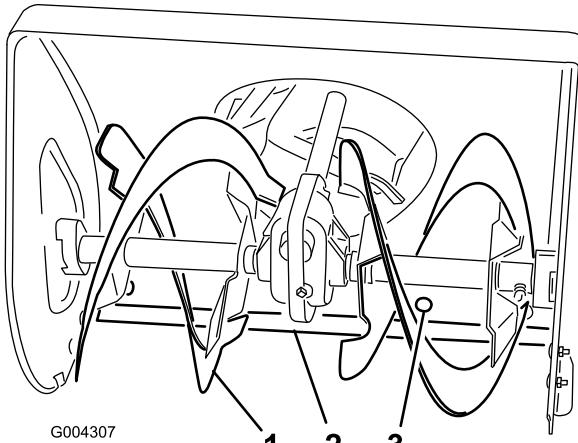

Рисунок 22
1. Боковины шнека (2)
2. Гайки с буртиком (4)
3. Полозья (2)
4. Поддерживайте отвалы шнека так, чтобы они находились на расстоянии 3 мм от земли (Рисунок 22).
- 6. Для регулировки скребка ослабьте затяжку 5-ти монтажных винтов (Рисунок 22), задайте уровень скребка и затяните монтажные винты.